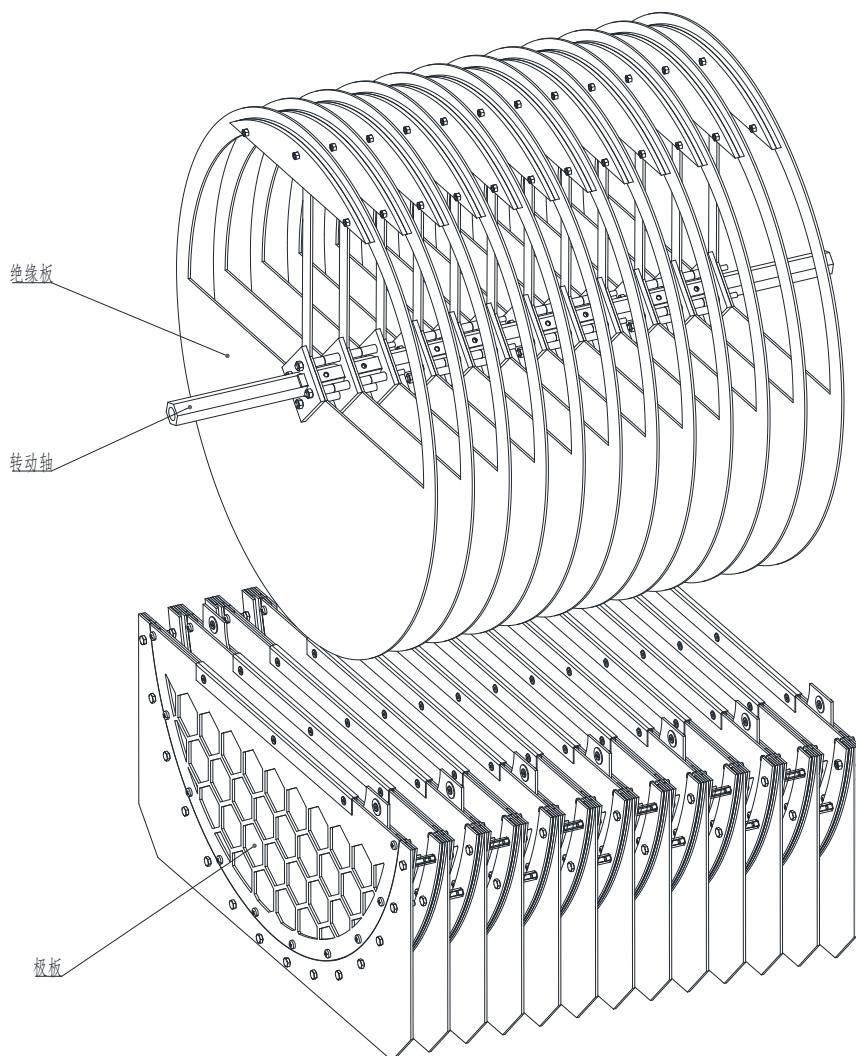
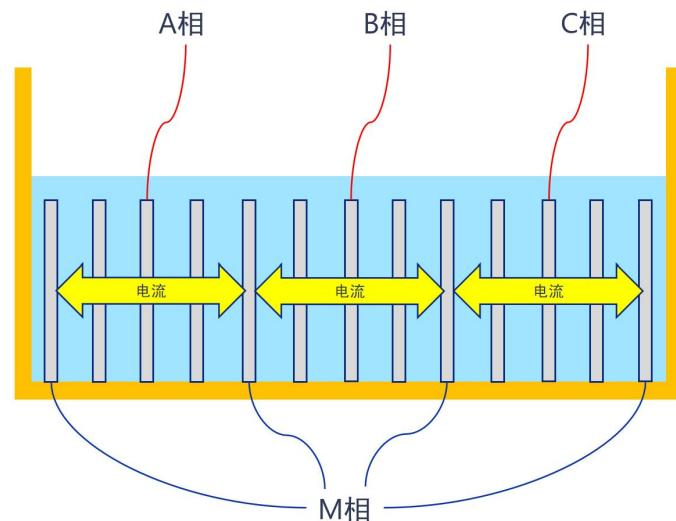
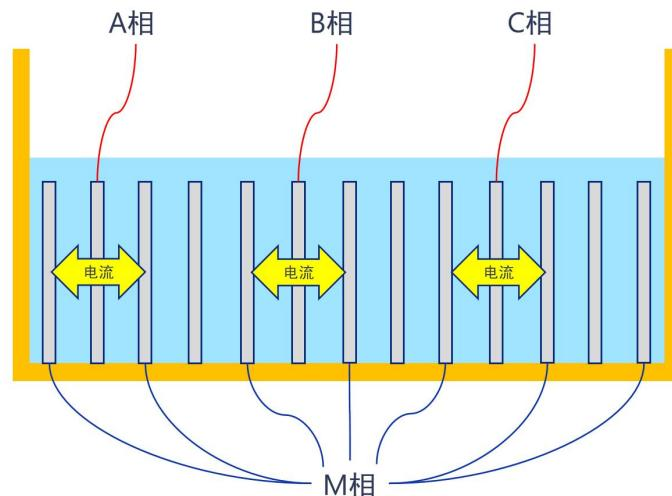
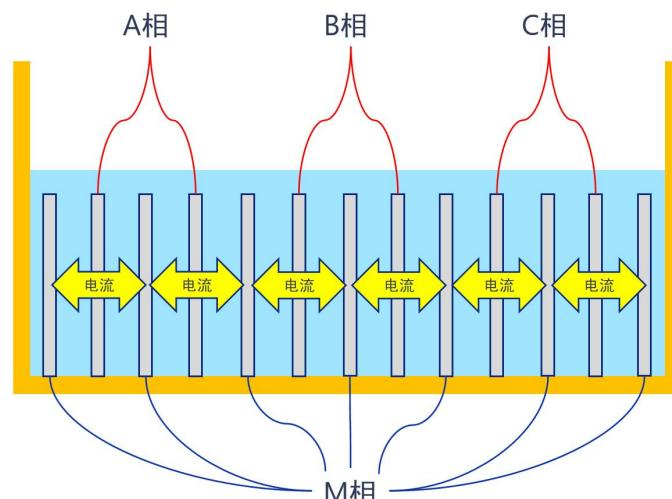

图 3 阻值调节系统
图 4 功率最大值为 30KW 时的接线方式
图 5 功率最大值为 60KW 时的接线方式
图 6 功率最大值为 120KW 时的接线方式
- (1) 没有大功率散热风机的噪音，只有开水沸腾的声音，非常静音环保；
- (2) 无需根据发电机组功率设置档位，可以无级连续调节电阻和功率；
- (3) 可以同时满足多种不同功率发电机组的试验要求，无需购置多台干式负载箱。这是因为水电阻负载箱可以通过改变试验电源与极板的接线方式来改变功率最大值，图 4~6 分别是功率最大值为 30KW、60KW、120KW 时的接线方式。图 4 中，A、B、C 相与 M 相之间的极板间距比较长，是图 5 和图 6 的 2 倍；图 5 中，只有一半极板投入使用；图 6 中，所有极板都投入使用。
对于水电阻负载箱来说，这个问题可以轻松解决。虽说利用水电阻负载箱的无级调节功能可以在功率最大值为 120KW 的情况下实现 30KW 的调节，但是图 3 的阻值调节系统只转动了 1/4 的量程，调节精度下降了很多，因此并非最优解决方案。最优解决方案是：将接线方式从图 6 更改为图 4，即可将功率最大值从 120KW 更改为 30KW。如此一来，图 3 的阻值调节系统可以走完整个量程，调节精度保持不变。
当试验电源的功率不超过 30KW 时，将水电阻负载箱的接线方式切换到图 4，然后无级连续调节电阻和功率；在 30KW 与 60KW 之间时，切换到图 5；在 60KW 到 120KW 之间时，切换到图 6。如此一来，一台 120KW 的水电组负载箱即可顶替很多台干式负载箱，节省了大量采购成本。